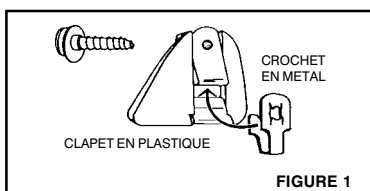

FIGURE 1
Center a self-drilling screw in a pre-drilled hole in the tailgate cover. Fasten the screw to the tailgate with a power screwdriver. (see FIGURE 1) **DO NOT OVER TIGHTEN BECAUSE THE SCREW THREADS CAN BE STRIPPED EASILY.**
Place bedliner in truck box. While standing beside truck at approximately the center of box area, lift side of bedliner up at a 45° angle so that the opposite side slips under the siderail of pickup truck (See FIGURE 1). A second person may be required to help slip the wall of the bedliner under the sidewall of the truck box.
1. Assemble "Liner-Lok™" fasteners by sliding metal clip onto plastic swingnut (see FIGURE 1).
Centrez une vis taraudeuse dans un trou préforé de la doublure du hayon. À l'aide d'un tournevis électrique, attachez la vis au hayon. (voir FIGURE 1) **Ne serrez pas trop afin de ne pas rayer les pas de vis.**
Placez la doublure du plateau dans la benne du pick-up. Debout, à côté du pick-up et à proximité du centre de la benne, levez le côté de la doublure du plateau selon un angle de 45° de façon à ce que le côté opposé glisse en dessous de la paroi latérale du pick-up (voir FIGURE 1). Une deuxième personne peut être nécessaire pour aider à glisser la paroi de la doublure du plateau en dessous de la paroi latérale de la benne du pick-up.
1. Assembler les attaches "Liner-Lok" en glissant le crochet en métal dans le clapet en plastique (voir fig. 1)